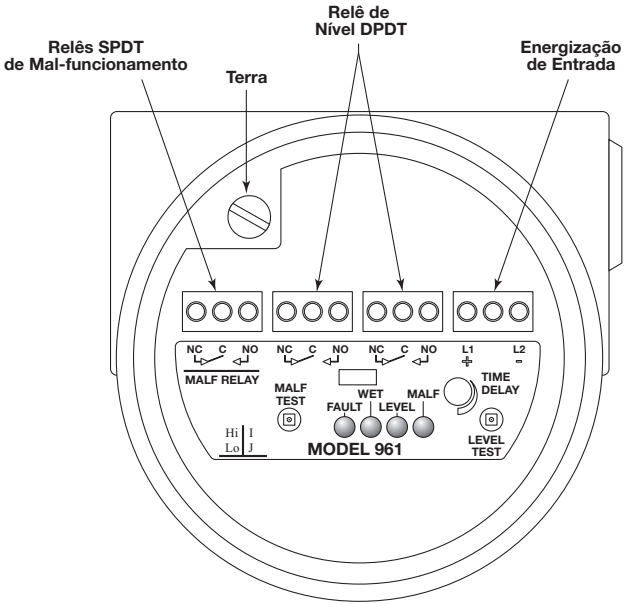

Figura 6
4. Consulte a Figura 6. Conecte os fios de alimentação aos terminais apropriados. O Modelo 961 está disponível para alimentação AC (102 a 265 VAC) ou alimentação DC (18-32 VDC).
5. Conecte os fios desejados do relê conforme mostrado na Figura 6.